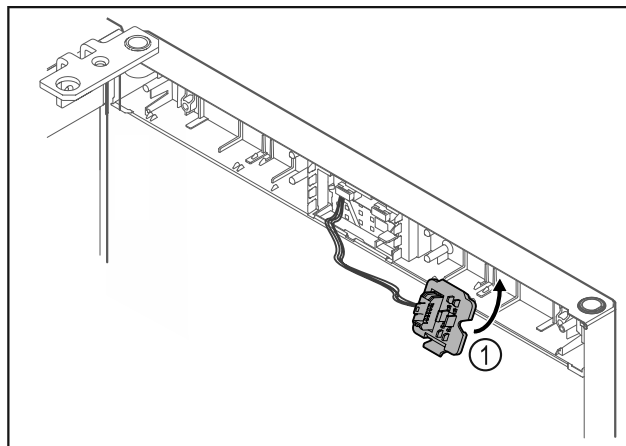

Fig. 15
- ▶ Zatrzasnąć uchwyt wtyczki Fig. 15 (1) po przeciwnej stronie.